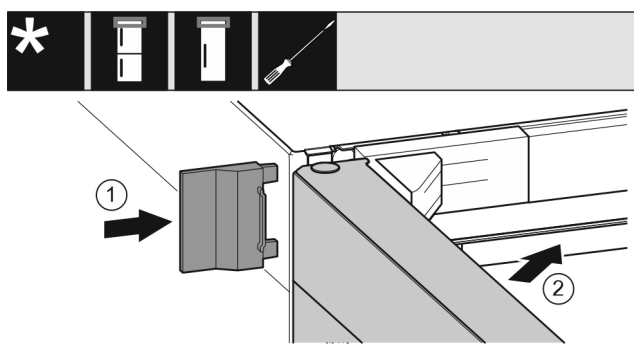

Fig. 22
- ▶ Desplazar la cubierta exterior. Fig. 22 (1)
- ▶ Cerrar la puerta superior. Fig. 22 (2)